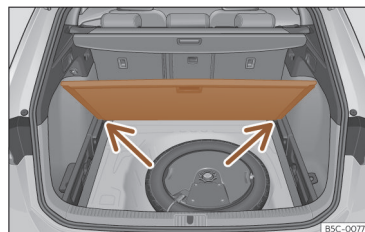

Fig. 180 Plancher modulable du coffre à bagages : position inclinée.
- Appuyez le plancher contre les logements prévus à cet effet >>> **fig. 180** (flèches).